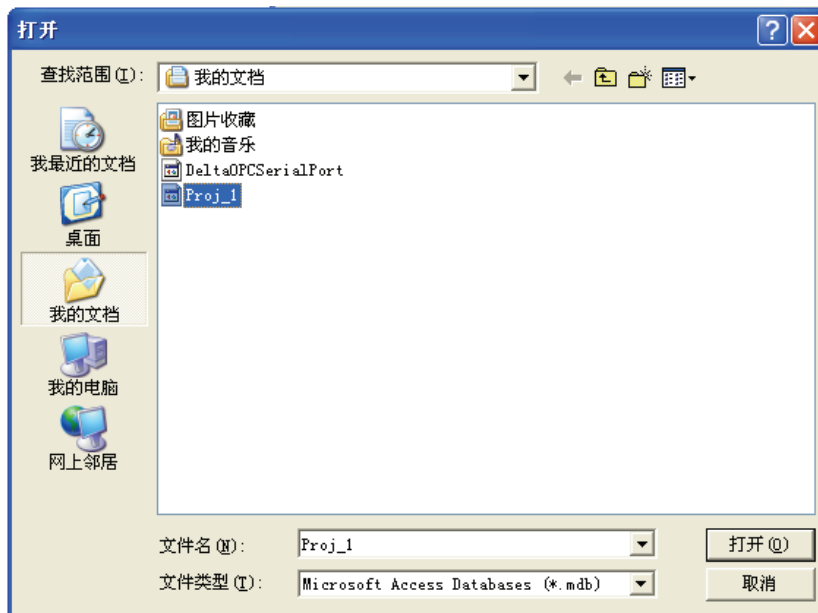

图 3-1 打开文件
除了第 3 章所介绍的开新文件功能外，也可以打开已经建立的 Config 文件，藉由单击图标工具栏的  图标，或是菜单工具栏的文件 (F) > 打开 (O)，将会出现打开窗口，如图 3-1，可由此挑选已建立的 Config 文件。